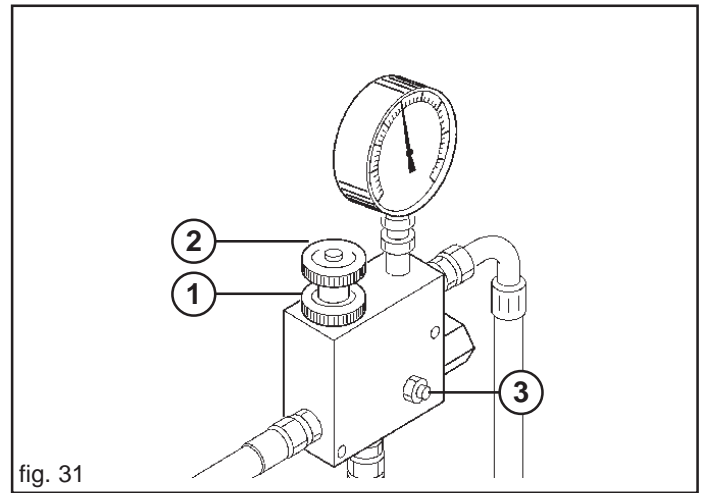

fig. 31
Se occorre aumentare il numero di giri della ventola per la distribuzione di concimi più pesanti, agire con prudenza ed attenzione nel seguente modo (Fig. 31):
- allentare il volantino (1, Fig. 31);
- ruotare in senso orario od antiorario il volantino (2, Fig. 31) per diminuire od aumentare la pressione e di conseguenza modificare i giri della soffiante.